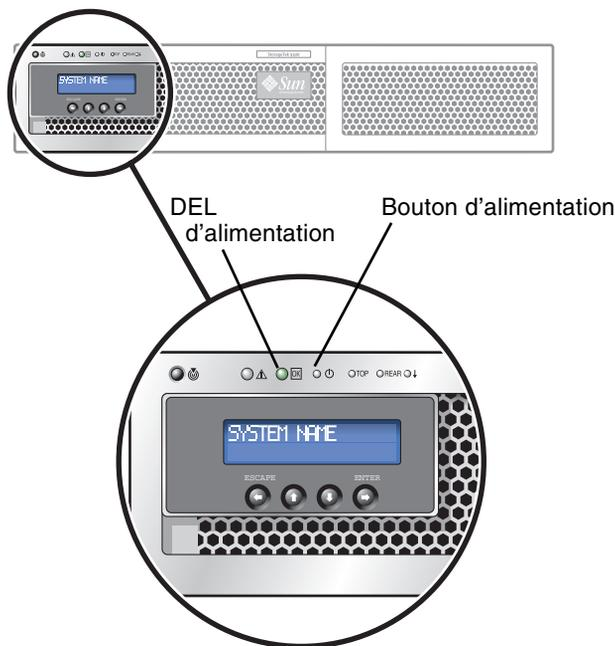

FIGURE 5-29 Bouton d'alimentation et autres composants du tableau de bord
4. En utilisant la pointe d'un stylo ou un outil similaire, appuyez sur le bouton Alimentation (FIGURE 5-29).